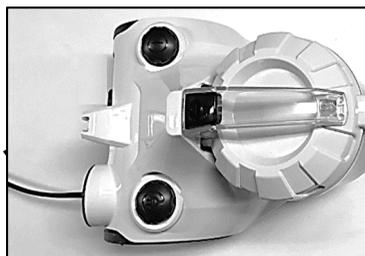

Abb. 5
5. **Ziehen Sie das Netzkabel heraus:** Sie können das Netzkabel aus dem Gerät herausziehen und es anhalten, wenn Sie die gelbe Markierung sehen. Achten Sie darauf, dass die rote Markierung nicht heraussteht (Abb. 5).